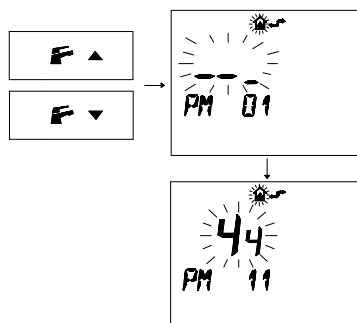

Figura 5.43
- Pulse los botones  o  para visualizar la programación "PM11" de la postcirculación de la bomba (Figura 5.43).